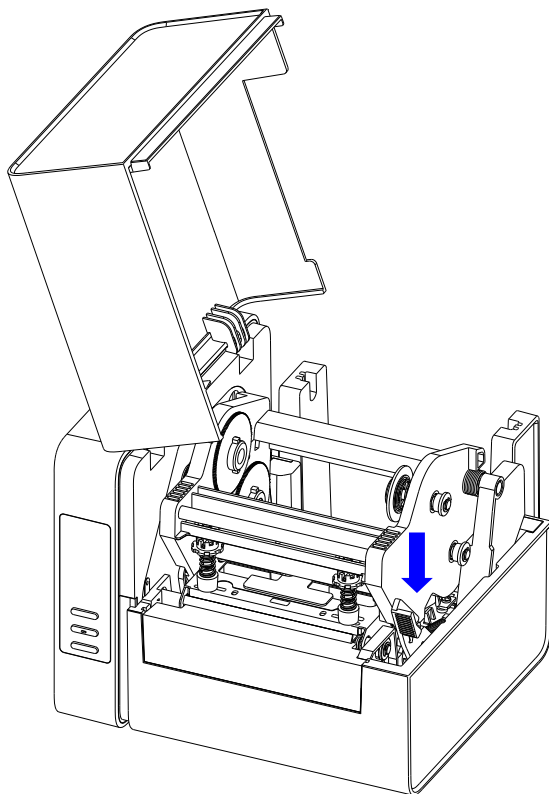

图 2-6 松开打印模组
1. 打开打印机右盖，按下锁紧杆，松开打印模组。如图 2-6 所示。